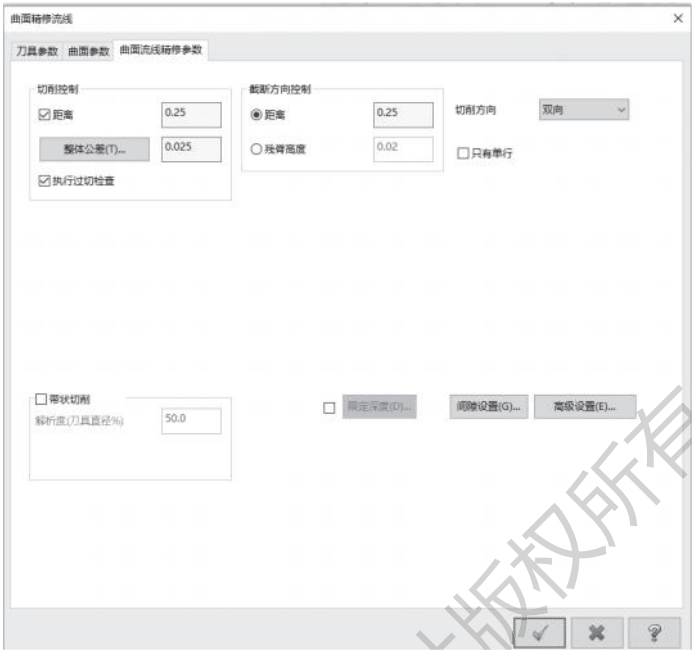

图 4-78 曲面流线精修参数设置
4) 打开【曲面流线精修参数】选项卡，设置参数如图 4-78 所示。